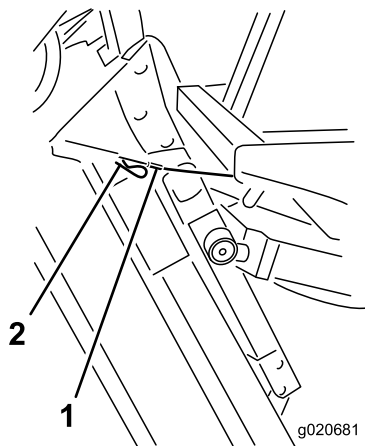

Figure 107
6. Tout en maintenant le plateau à la verticale, placez l'extrémité du câble sur l'axe du bras de levage et fixez-le en position à l'aide de la goupille fendue (Figure 107).